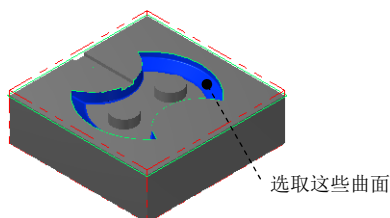

图 22.46 选取加工面
Step1. 选择加工方法。选择下拉菜单 **刀具路径 (T)** → **曲面精加工 (F)** → **精加工等高外形 (C)...** 命令。
(1) 在图形区中选取图 22.46 所示的面 (共 28 个), 按 Enter 键, 系统弹出“刀具路径的曲面选取”对话框。